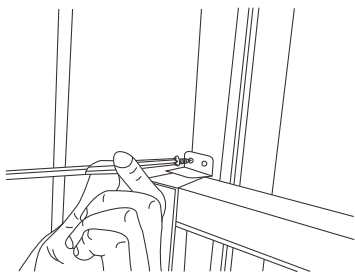

Fig.9
- 6** Pour sécuriser le cadre en place, attacher le mécanisme de verouillage avec des vis de 3/4 po (19mm) 1/2 po (12.7mm) (Fig.9).